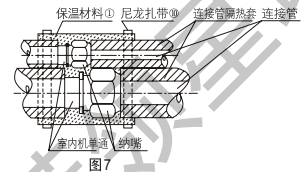

图7
3 管道安装后用附件①保温材料包住所有扩口管连接部分，如图7。